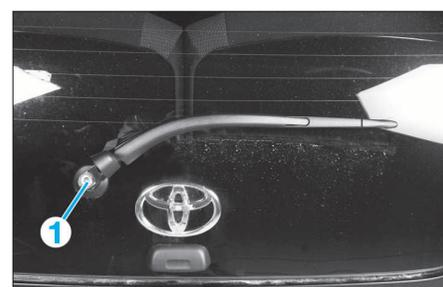

FIG. 97
- Déposer l'écrou de fixation (1) (Fig.97), extraire le bras d'essuie-vitre AR.
- l'écrou (1) (Fig.97) à 14 N.m